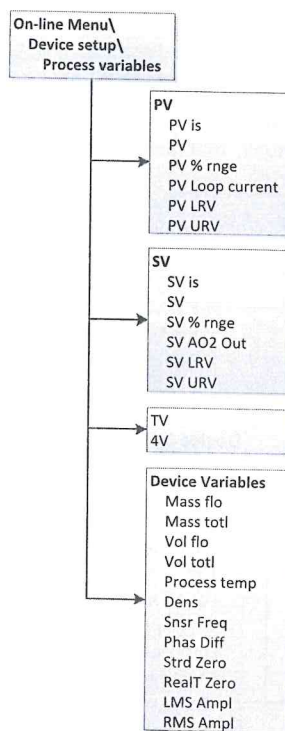

图 6-3 过程变量菜单
6.1.3.2 过程变量 (Process variables) 菜单 见图 6-3